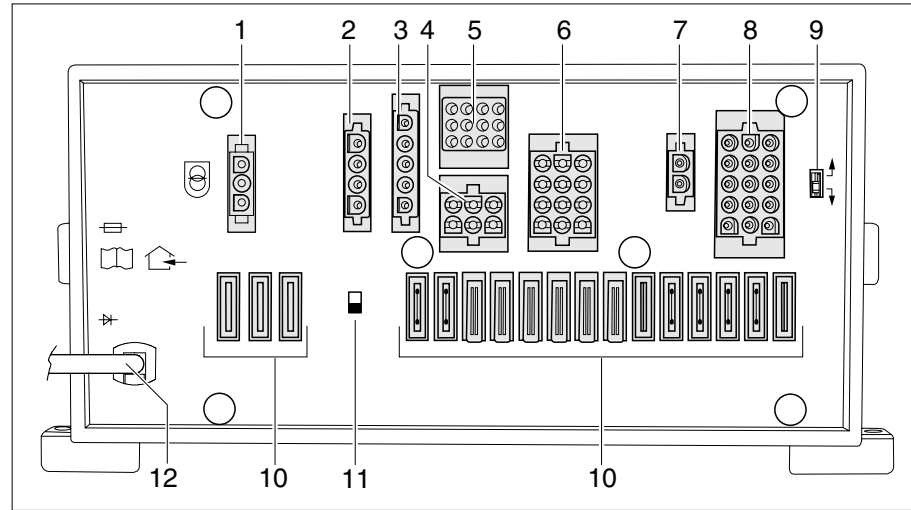

Bild 52 Elektroblock (EBL 31)
- Der Batterie-Trennschalter (Bild 52,11) trennt alle Verbraucher, die am Elektroblock angeschlossen sind, vom 12-V-Netz.
Der Batterie-Trennschalter (Bild 52,11) schaltet alle 12-V-Verbraucher des Wohnbereichs aus, auch das Sicherheits-/Ablassventil. Dadurch wird eine langsame Entladung der Wohnraumbatterie vermieden, wenn das Fahrzeug über längere Zeit nicht benutzt wird (z. B. vorübergehende Stilllegung).
- ▶ Batterie-Trennschalter (Bild 52,11) nach oben drücken: Batterie Ein.
- ▶ Batterie-Trennschalter (Bild 52,11) nach unten drücken: Batterie Aus.
Wenn der Batterie-Wahlschalter (Bild 52,9) falsch eingestellt ist, kann sich Knallgas bilden. Explosionsgefahr!
Am Batterie-Wahlschalter (Bild 52,9) kann das Lademodul im Elektroblock auf den Typ der im Fahrzeug eingebauten Wohnraumbatterie („Blei-Gel“, „Blei-Säure“ oder AGM) eingestellt werden.